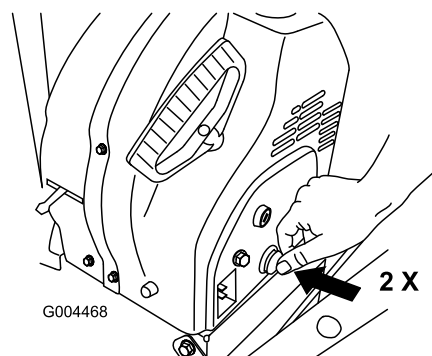

Figure 22
3. Appuyez fermement à 2 reprises sur l'amorceur avec le pouce, en marquant une pause d'une seconde chaque fois (Figure 22).